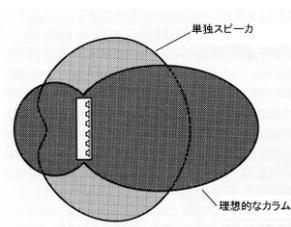

図 1
- 図 1 のように、スピーカーユニットを単独で使用するとほとんど円に近い音の放射となりますが、スピーカーユニットを縦方向に並べることで音が収束されることになります。